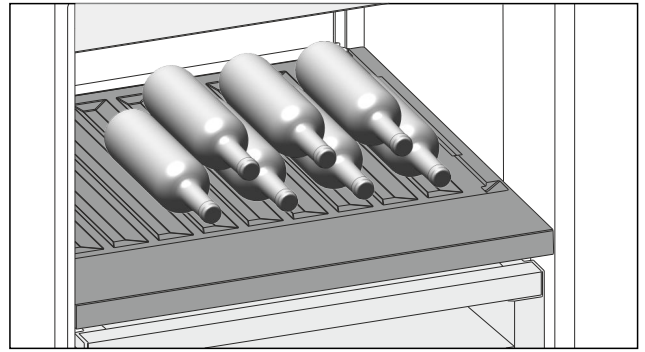

Fig. 114
- Flaschen mit dem Boden nach hinten zur Rückwand einlegen. (siehe Fig. 114)